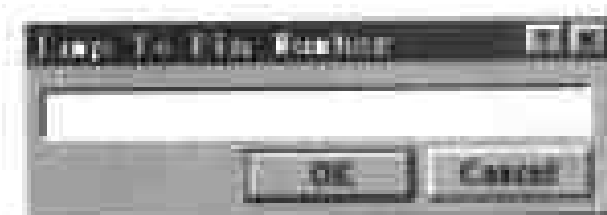

图 7-59 指定跳转的目标焊盘
- Pad 命令——选择此命令,弹出如图 7-59 所示的对话框。在该对话框的输入框中指定跳转操作的目标焊盘,然后单击 OK 命令按钮,立即跳转到用户指定的焊盘。